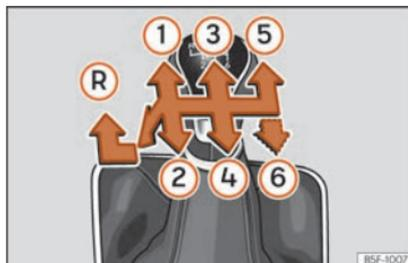

Fig. 160 Esquema de uma caixa de velocidades manual de 5 ou de 6 velocidades.
Na alavanca das mudanças indicam-se as posições das velocidades » **Fig. 160**.
- Com a alavanca das mudanças em ponto morto, pressione-a para baixo, mova-a para a esquerda até ao fim e depois para a frente para selecionar a marcha-atrás » **Fig. 160** .